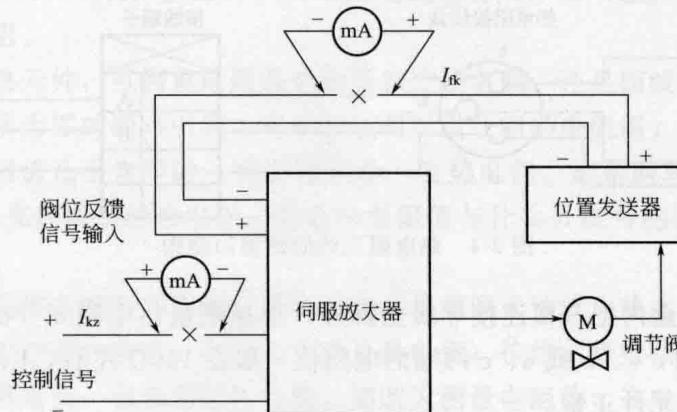

图2-3 测量执行器回路电流示意图
(2) 直流电流的测量
① 测量执行器回路的电流 图2-3是一个执行器回路，用万用表直流电流挡测量控制信号或阀位反馈信号的电流，可以判断执行器工作是否正常。